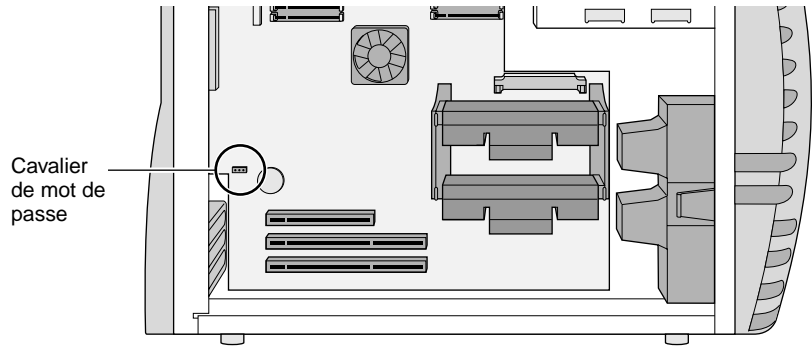

Figure 8-1 Cavalier de mot de passe
4. Repérez le cavalier de mot de passe situé juste au-dessus des emplacements des cartes PCI de la carte mère, comme indiqué à la Figure 8-1.